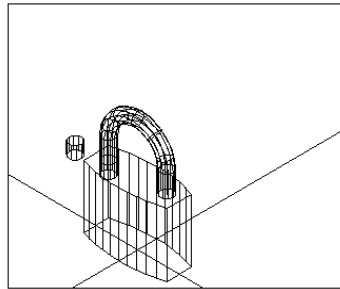

图 14-30
(17) 生成实体。单击  按钮，将右边的圆以上述多义线为拉伸路径，拉伸为圆柱，结果如图 14-30 所示。